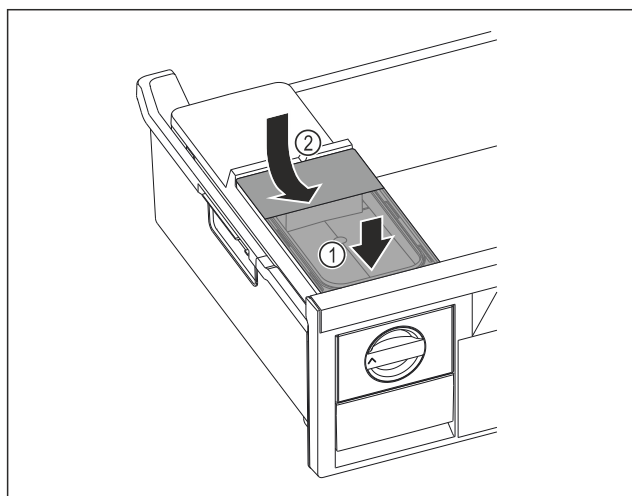

Fig. 151
- ▶ Nasad'te vpředu nádržku na vodu. Fig. 151 (1)
- ▶ Spusťte nádržku na vodu vzadu dolů. Fig. 151 (2)